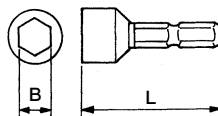

図3-4
3. 12角ソケット，ヘグザゴンソケット…六角頭テクスねじ用（図3-4）